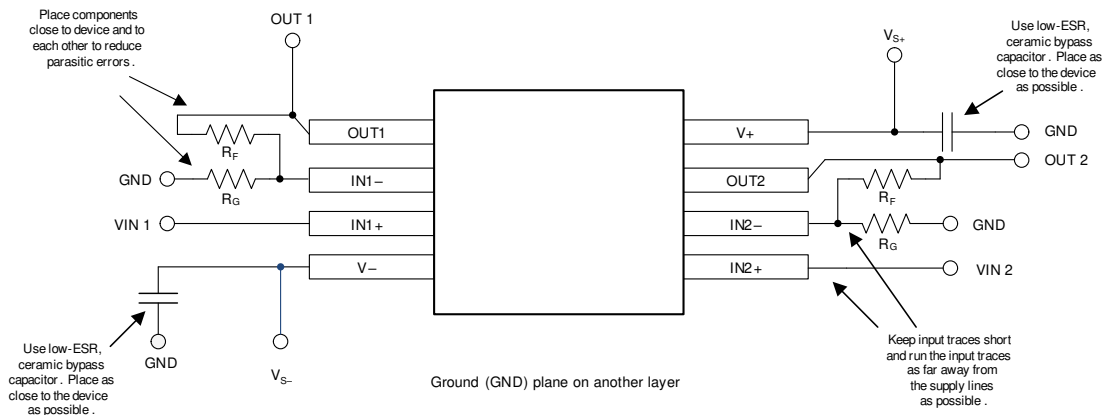

図 9-8. レイアウト例
- 外付け部品は、可能な限りデバイスに近く配置します (図 9-8 を参照)。 $R_F$  と  $R_G$  を反転入力に近付けて配置すると、寄生容量を最小化できます。